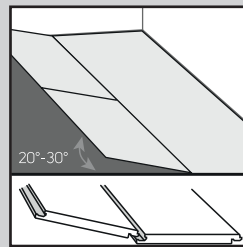
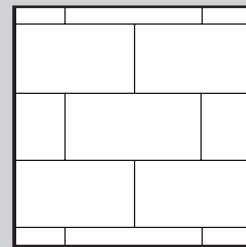
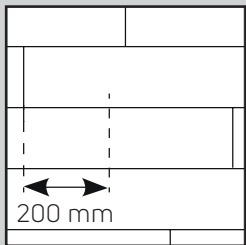

Fig. 3
Fig. 3a
Fig. 3b
4. Comience la segunda fila de manera que la lengüeta encaje en la hendidura, sujetando el tablón en ángulo (aproximadamente a 30°) y, a continuación, empuje con firmeza el tablón/baldosa hasta que encaje en la hendidura de la primera fila. Instale el siguiente tablón/baldosa de manera que la lengüeta y la hendidura hagan clic por el extremo corto. Acople la lengüeta y la hendidura del lateral largo introduciendo en ángulo los tablon/baldosas (Fig. 3). Las baldosas y los tablon deben instalarse escalonados de manera que nunca coincidan cuatro esquinas. (Fig. 3a y Fig. 3b).